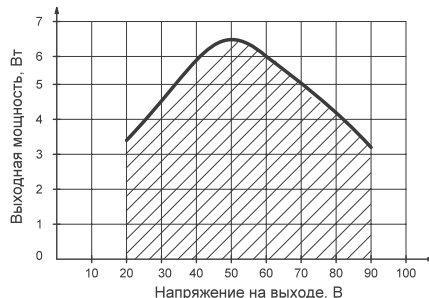

Рисунок 2. График зависимости выходной мощности источника питания от напряжения на выходе (примерный).
- 4.3. При подборе светодиодной панели или светодиодного светильника учитывайте зависимость выходной мощности источника питания от напряжения на выходе (см. рисунок 2). Выходное напряжение источника питания обуславливается подключенной нагрузкой.